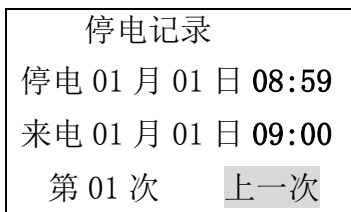

图 1
① 进入查询：SB-2100A 连续按面板上“瞬时”键 6 次，SB-2100C 直接按面板上“停电查询”键，仪表进入来停电查询，画面如图 1 所示：